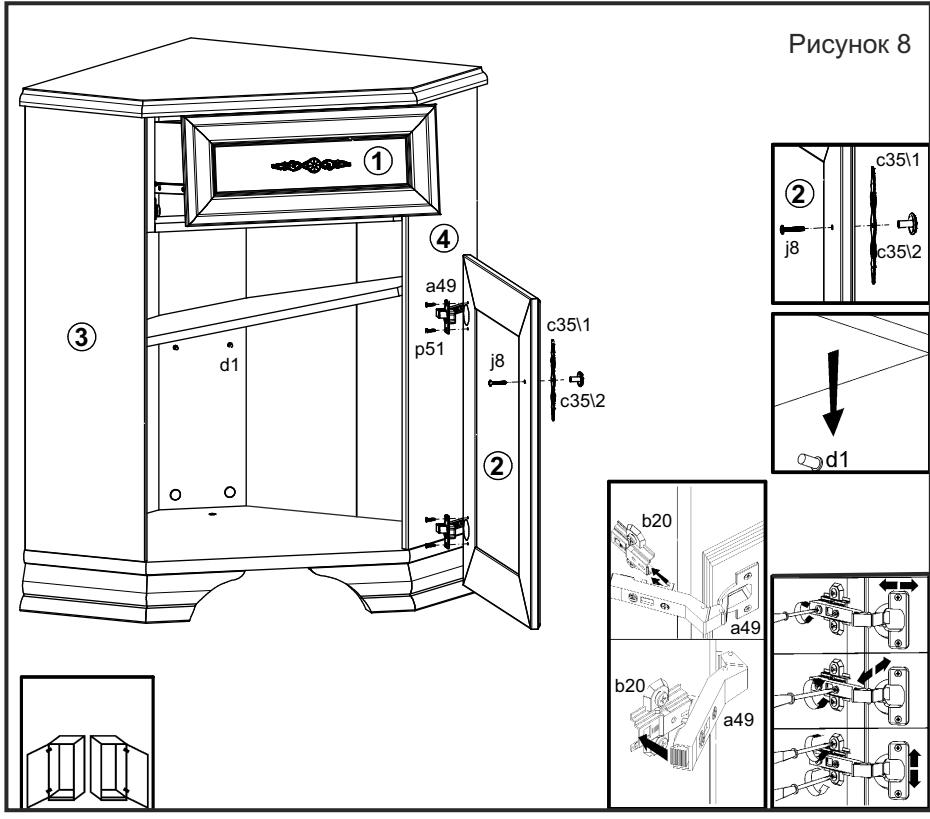

Рисунок 8
22. Положить дверь 2 фасадной поверхностью вниз на ровную поверхность и закрепить на ней петли шарнирные а49 шурупами p51 (см. рис.8).
23. Навесить дверь 2 на корпус тумбы, совместив петли шарнирные а44 с ответными планками петель b20. При необходимости отрегулировать положение дверей, вращая регулировочные винты (см. рис.8).
25. Установить полку переставную 10 на полкодержатели d1, ящик выдвижной на направляющие w37\CR, w37\CL (см.рис.8).